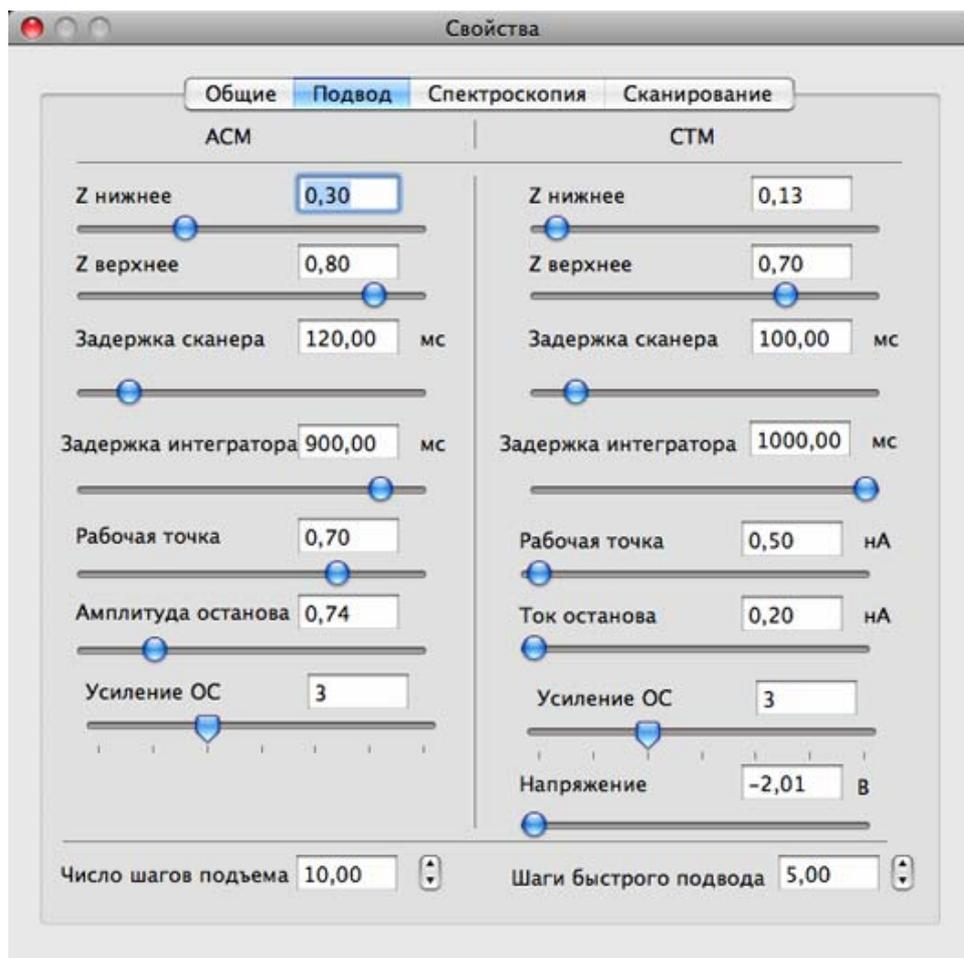

Рис. 4-11. Окно **Свойства**, вкладка **Подвод**
Быстро	<p>Если флажок установлен, движение зонда при подводе осуществляется с большей скоростью. Скорость быстрого подвода регулируется параметром Шаги быстрого подвода на вкладке Подвод окна настроек Свойства (Рис. 4-11).</p>
2. В окне **Свойства** выбрать вкладку **Подвод** (Рис. 4-11).